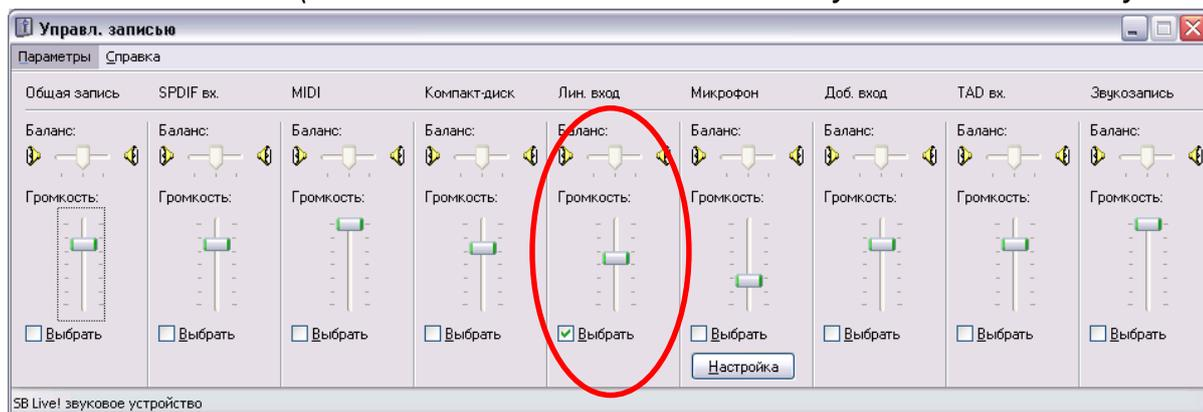

Рисунок 2.4 – свойства аудиоустройств
6. регулировать уровень входного сигнала у выбранного входа (Рисунок 2.4), стараясь установить его таким образом, чтобы индикатор «Уровень» в УПО СР Полюс, (Рисунок 2.1) находился в конце зеленой зоны.